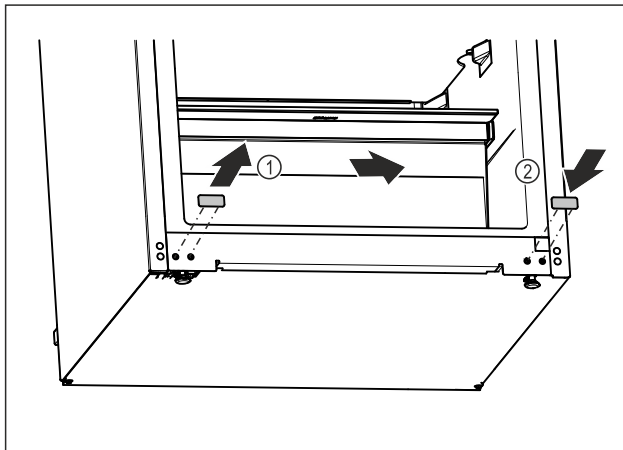

Fig. 21
- Tõmmake kattekorgid välja. Fig. 21 (1)
- Pange kattekorgid vastasküljel sisse. Fig. 21 (2)